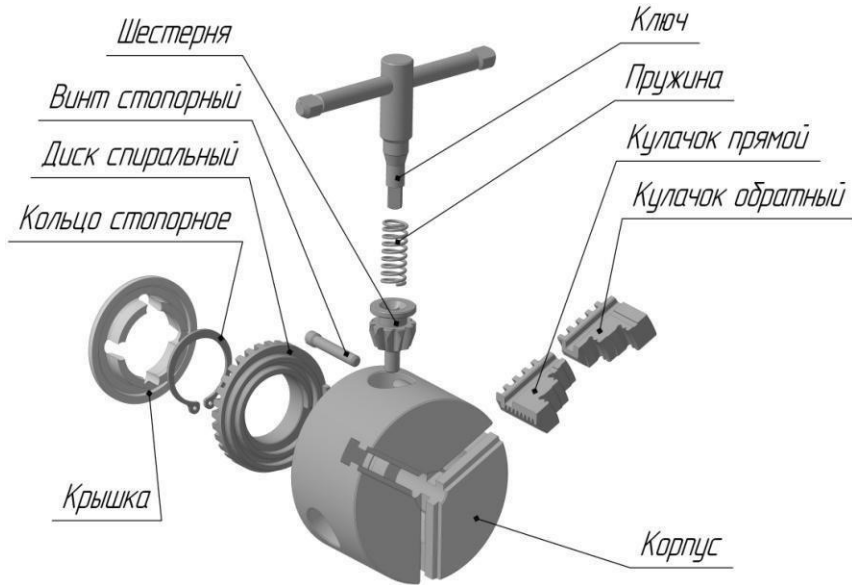

Рис.3 Конструкция спирально-реечного токарного патрона.
3.1. Конструкция спирально-реечного токарного патрона представлена на рис.3